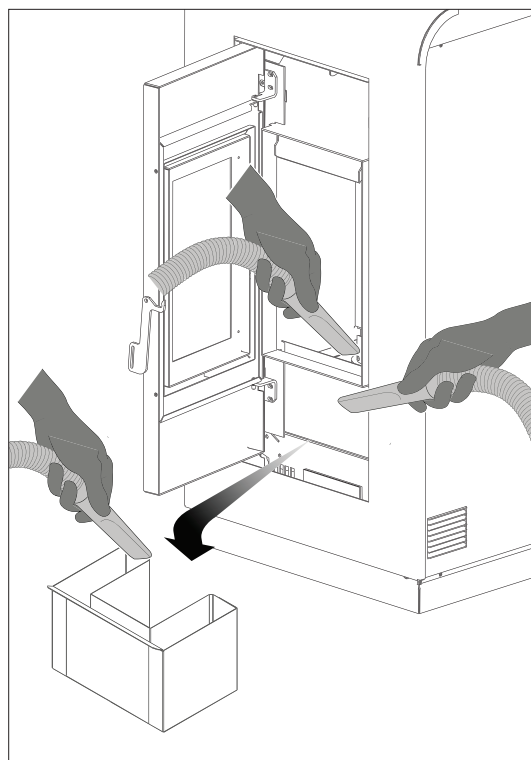

Fig. 1
Asportare la cenere che si deposita all'interno del braciere (fig. 1).
Se necessario estrarre il cassetto cenere e svuotarlo, avendo cura di ripulire il vano che lo contiene da eventuali residui (fig. 1).
- Agganciare i dentini della cornice negli appositi fori (Fig. 1).
La stufa, nei modelli predisposti per la canalizzazione, è dotata di 2 ventilatori centrifughi adatti a canalizzare l'aria in ambienti limitrofi. Di serie l'aria fuoriesce dalle griglie poste lateralmente con un flusso d'aria di 45° rispetto al frontale. (Fig. 1)